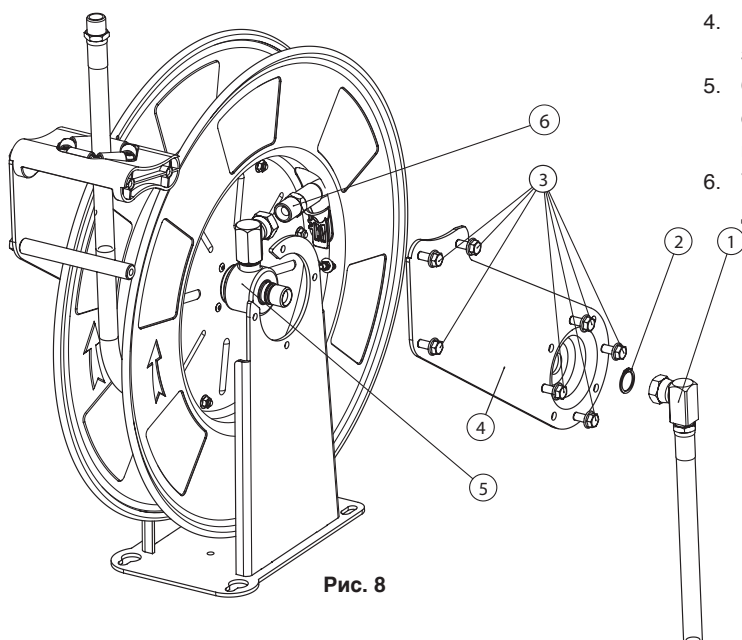
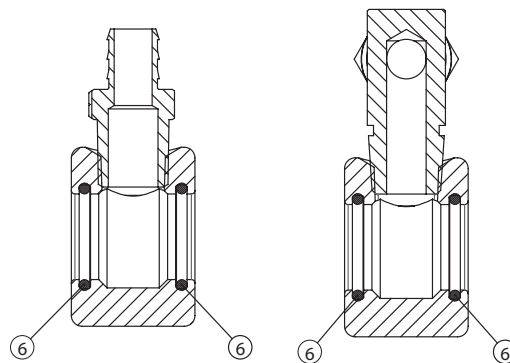

Рис. 8
Рис. 9
1. Отсоединить шланг от поворотного соединения (6) (рис. 8).
2. Отсоединить входной шланг, ослабив входной фитинг (1) (рис. 8) и отодвинуть в сторону стопорное кольцо (2) (рис. 8).
3. Ослабить болты (3) (рис. 8), чтобы удалить верхнюю направляющую (4).
4. Вытянуть поворотное соединение в сборе (5) (рис. 8) и заменить уплотнения (6) (рис. 9).
5. Удалить верхнюю направляющую (4) (рис. 8), вынув стопорное кольцо (2) (рис. 8) и ослабив болты (3) (рис. 8).